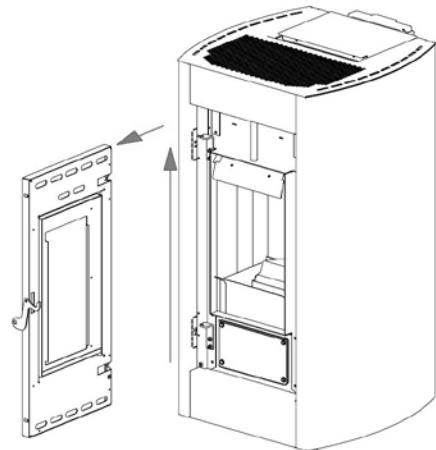

Fig. 32 - Ausbau der Tür
- Tür anheben, so dass die Stifte der Tür aus der Halterung an der Struktur gehoben werden (siehe **Fig. 32**).